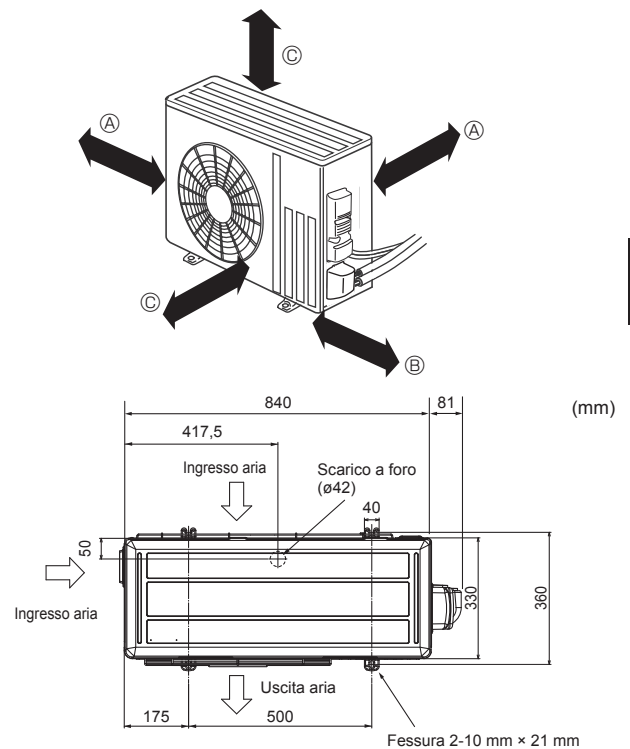

Fig. 3-1
3.1. Sezione esterna (Fig. 3-1) Spazio per la ventilazione e l'assistenza